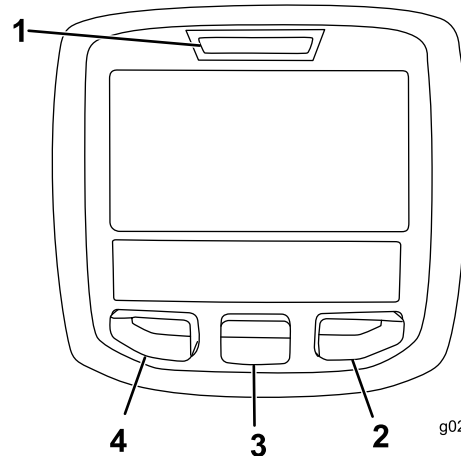

图 23
InfoCenter 信息中心 LCD 显示屏可显示与您的机器有关的信息、例如机器的操作状态、各种诊断信息及其他信息图 23。有一个启动屏幕、主信息屏幕、滚刀组 (CU) 马达信息屏幕和牵引信息屏幕。